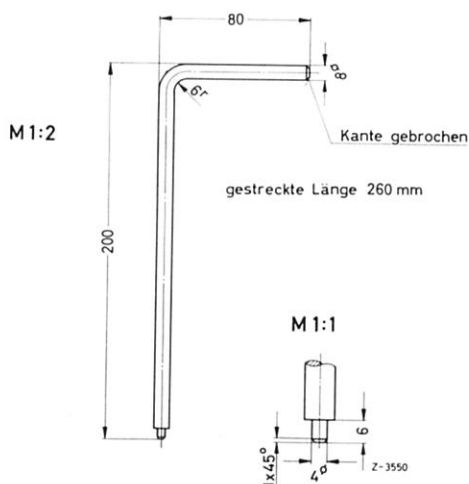

Bild 30-2/3
Anm.: Der Abdrückdorn ist unbedingt zu verwenden, damit der Clips am Fahrpedal nicht beschädigt wird. Der Abdrückdorn ist nach Bild 30-2/3 selbst anzufertigen.
Fahrpedal mit dem Gelenkstück (13) in den Pedalhebel (10) einschieben und fest auf die Lagerplatte (14) aufdrücken, damit der **Clips** (15) **sicher einrastet** (Bild 30-2/2).